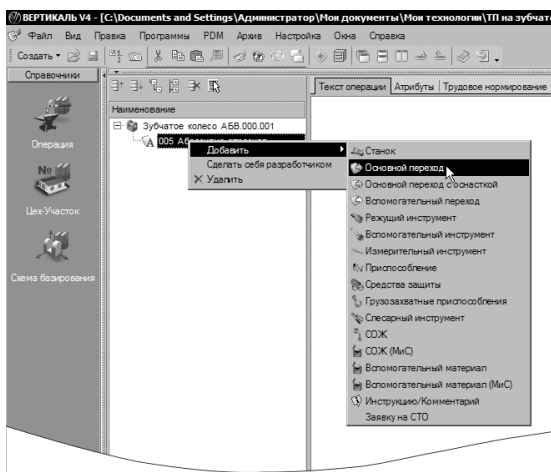

Рисунок 17
2. Установите курсор на названии операции *005 Абразивно-отрезная*. Нажмите правую кнопку мыши и выберите в открывшемся контекстном меню **Добавить – Основной переход** (рис. 17).